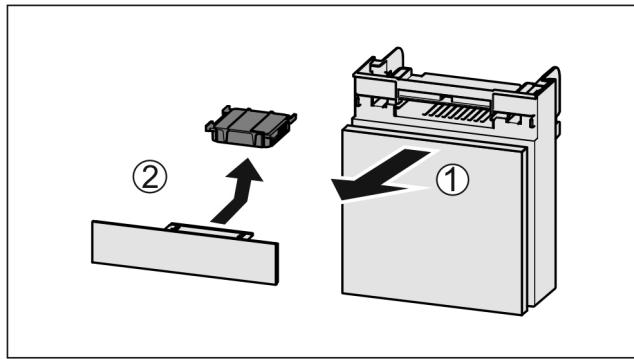

Fig. 62
- Издърпайте Fig. 62 (1) напред отделението.
- Извадете Fig. 62 (2) филтъра с активен въглен.